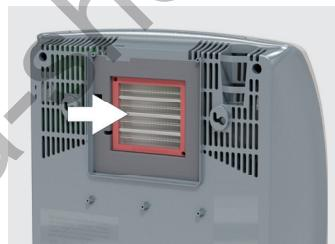

Рисунок 10
6. Установите на место пенопластовый теплоизоляционный элемент. Установите нагревательный элемент до упора в корпус прибора до щелочки защелки. Убедитесь, что нагревательный элемент надежно зафиксирован (рис. 10).